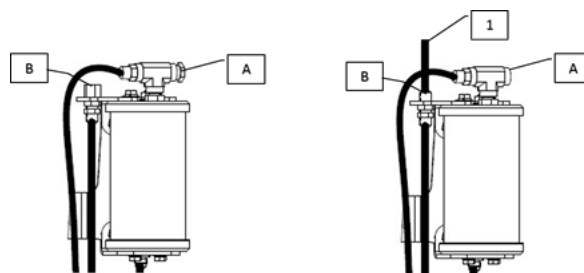

Figure 57 — Réservoir d'huile
2. Enlevez le reniflard (repère A, Figure 57).
3. Enlevez le bouchon situé sur le dessus du réservoir (repère B, Figure 57) et ajoutez l'huile (voir Tableau 15 pour connaître le type d'huile recommandé).
1. Dévissez les bouchons (repères A et B, Figure 57) pour permettre à l'air d'entrer.
1. Enlevez les bouchons (repères A et B, Figure 57).
2. Branchez le tuyau de la pompe (repère 1, Figure 57) sur le flexible (repère B, Figure 57) et fixez-le avec un collier.
4. Remettez de l'huile par le bouchon (repère B, Figure 57) de façon à ce que le niveau de l'huile se situe à environ 32 mm (1,25 po) du fond du réservoir, puis remplacez les bouchons.